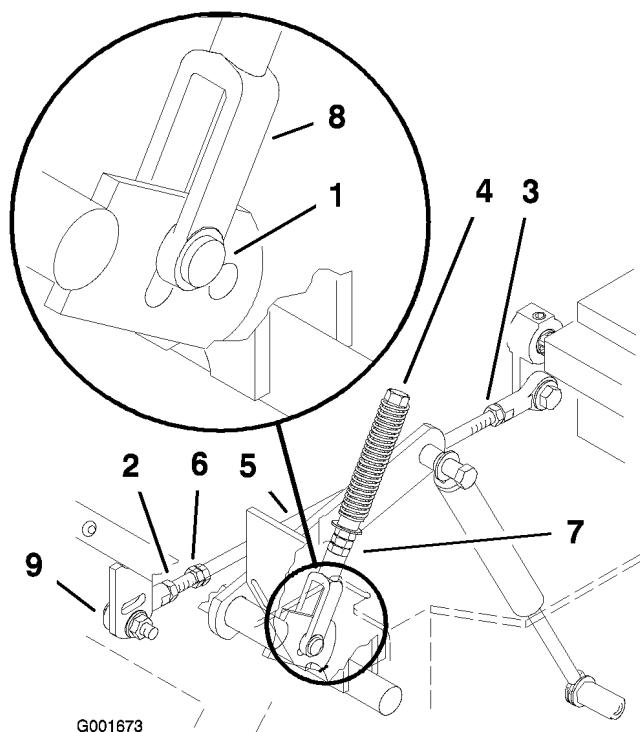

Figure 53
- Tirez ensuite le levier en arrière jusqu'à ce que l'axe de chape (situé sur le bras au-dessous de l'axe de pivot) touche l'extrémité de la fente (c.-à-d. commence juste à appuyer sur le ressort) (Figure 53).
8. Si un réglage s'impose, desserrez l'écrou et l'écrou de blocage vissés contre la chape (Figure 53).
10. Serrez l'écrou et l'écrou de blocage (Figure 53).